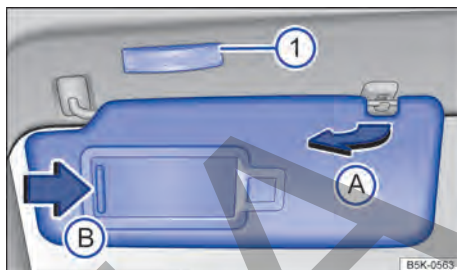

Fig. 79 Parasol.
- Retirar el parasol con cuidado del soporte sujetando la base de fijación y girar en la dirección de las puertas → fig. 79 **A**.
En el parasol plegado hacia abajo se encuentra un espejo de cortésia atrás de una cubierta. Al abrir la cubierta → fig. 79 **B** se enciende una luz **1**.